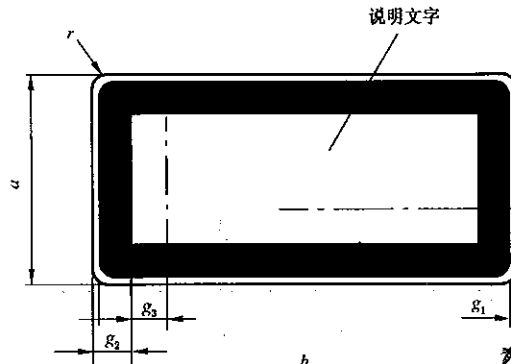

图 C.1 激光辐射窗口标志的图形符号
C.1.1 激光辐射窗口标志为带说明文字的长方形(见图 C.1),其位置应在紧贴“当心激光”警告标志下边界的正下方。
C.1.3 激光辐射窗口标志说明文字应写在激光辐射窗口标志规定的长方形边框中(见图 C.1),文字的位置在激光辐射窗口标志 g_3 尺寸规定的虚线框内。
激光产品辐射分类说明标志为带说明文字的长方形(见图 C.1),图形、尺寸、文字位置同 C.1.1、C.1.3、C.1.4 的规定。说明文字的内容必须严格按照不同的辐射分类给予说明。
C.3.1 激光辐射场所安全说明标志为带说明文字的长方形(见图 C.1),图形、尺寸、文字位置同 C.1.1、C.1.3、C.1.4 的规定。说明文字的内容按照不同的辐射分类给予相应的说明。